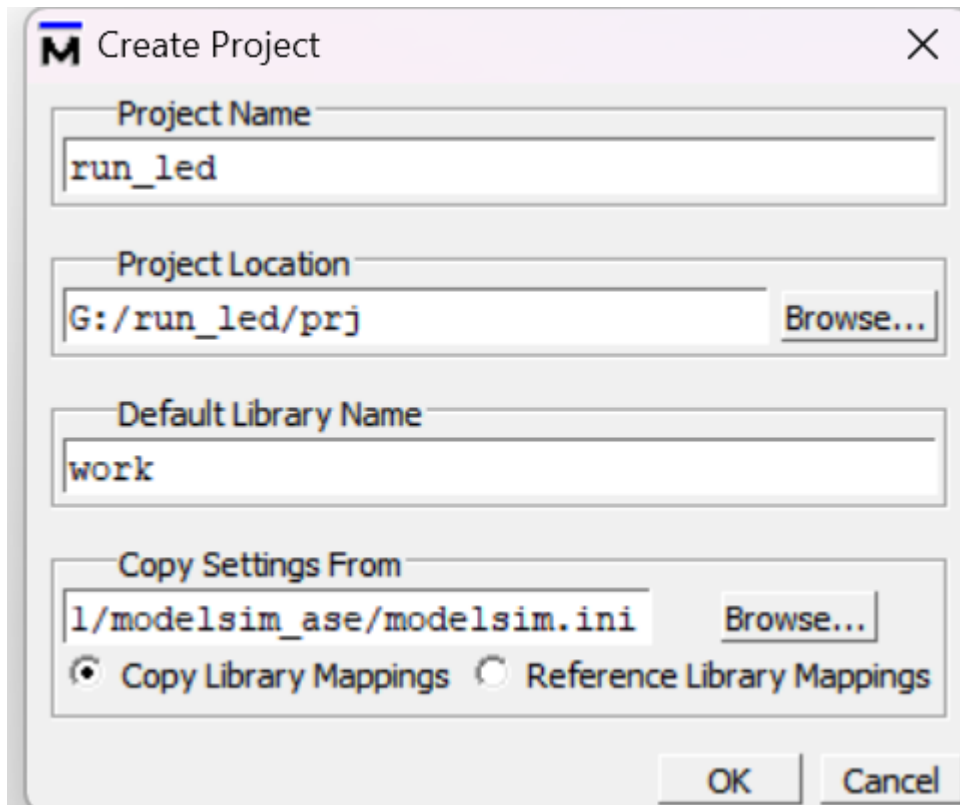

图 18 进行工程名称和存放路径的确定
- ③ project Name:输入项目名称; Project Location:选择工程存放路径; 其它保持默认即可。之后点击 OK。如图 18 所示。